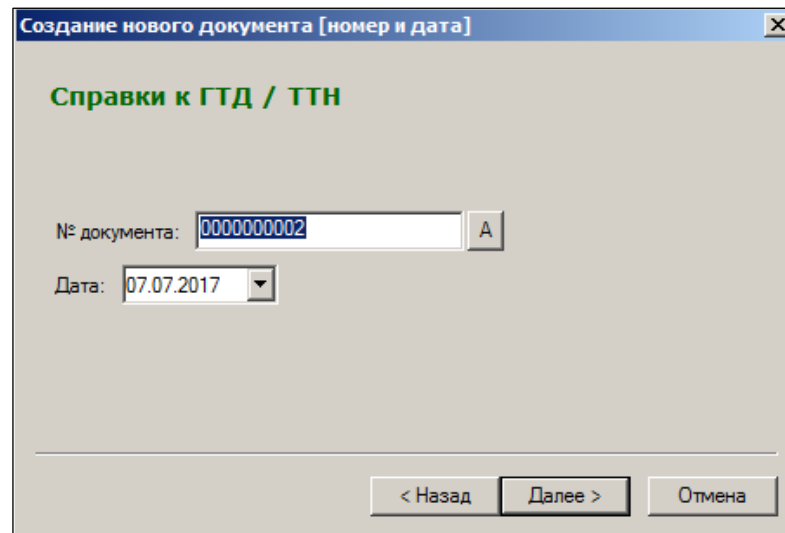

Рисунок 130 – Создание справки к ГТД/ТТН (2)
3. Номер и дата документа формируются автоматически (Рисунок 130):